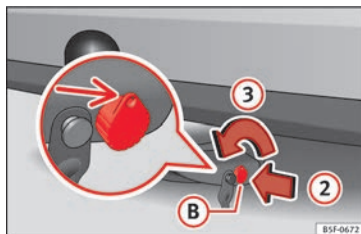

Fig. 234 Desbloquear cerradura
- Introduzca la llave **B** en la cerradura en sentido de la flecha **2** » fig. 234.